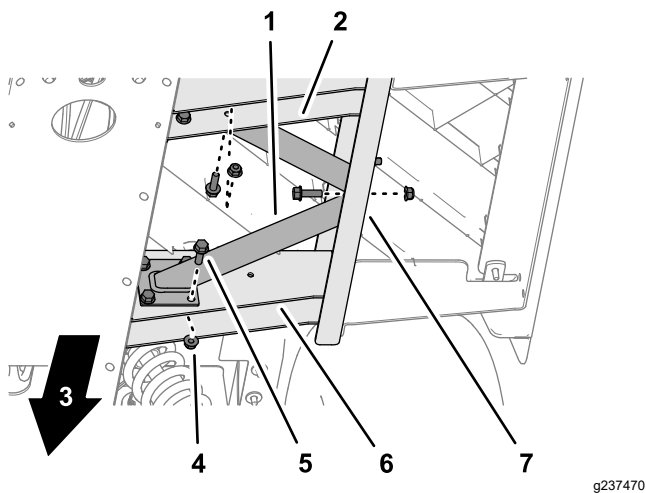

Figure 19
1. Alignez les trous dans le renfort de plancher et les trous que vous avez percés dans les profilés latéraux et de plancher (Figure 19).
2. Fixez le renfort de plancher aux profilés latéraux et de plancher à l'aide de 10 boulons à embase (5/16" x 1") et de 10 contre-écrous à embase (5/16"), comme montré à la Figure 19.